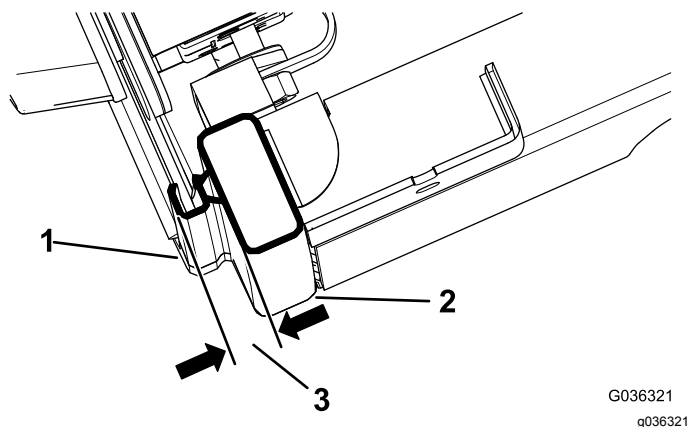

Figura 11
3. Cierre la puerta por completo y mida la altura del sello tipo burbuja hasta la superficie sellante del raíl de la cabina y asegúrese de que la medida se encuentra entre 1,9 y 2,2 cm, tal y como se muestra en la Figura 11.
4. Apriete la contratuerca una vez que el pasador del cierre llegue a entre 1,9 y 2,2 cm, tal y como se muestra en la Figura 11.